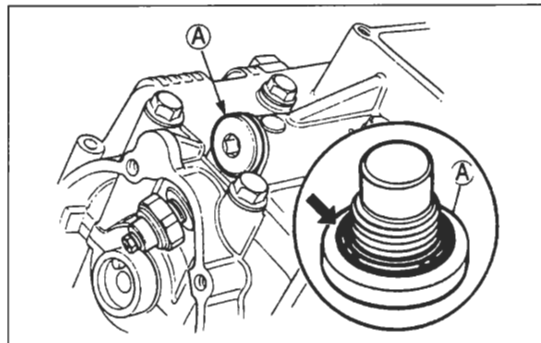

Bild 235
- Hauptölkanschraube «A» Bild 235 ausdrehen.
- Hauptölkansalschraube mit 35 – 45 Nm eindrehen (Bild 235).